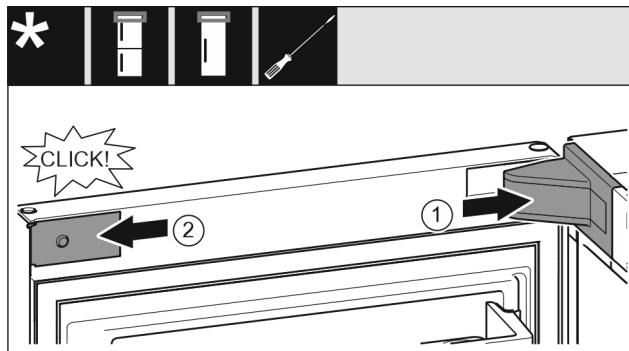

Fig. 23
- ▶ Stavite pokrov podloška ležaja Fig. 23 (1) i pustite ga da se uglavi, po potrebi ga oprezno razdvojite.
- ▶ Postavite masku Fig. 23 (2) bočno i uglavite je.